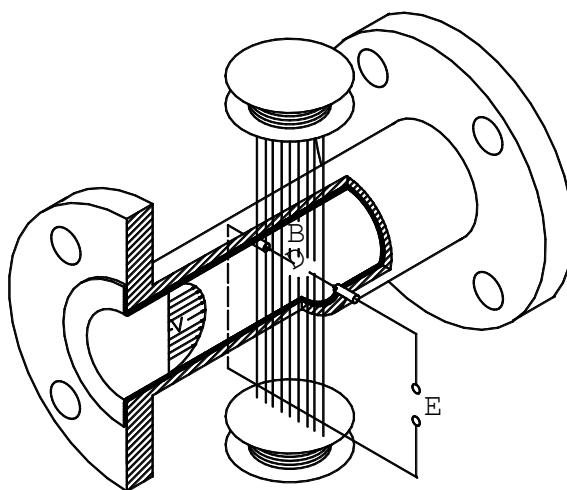

Рисунок 4.1
4.1.1 Принцип действия расходомера основан на явлении электромагнитной индукции (см. рисунок 4.1).
4.2.4 ППР представляет собой отрезок трубопровода из немагнитного материала (см. рис.4.1), внутренняя поверхность которого футерована диэлектриком (фторопластом). В диаметрально противоположных стенках трубопровода установлены два электрода, контактирующие с измеряемой средой и предназначенные для съёма ЭДС индукции (Е). Благодаря такой конструкции ППР